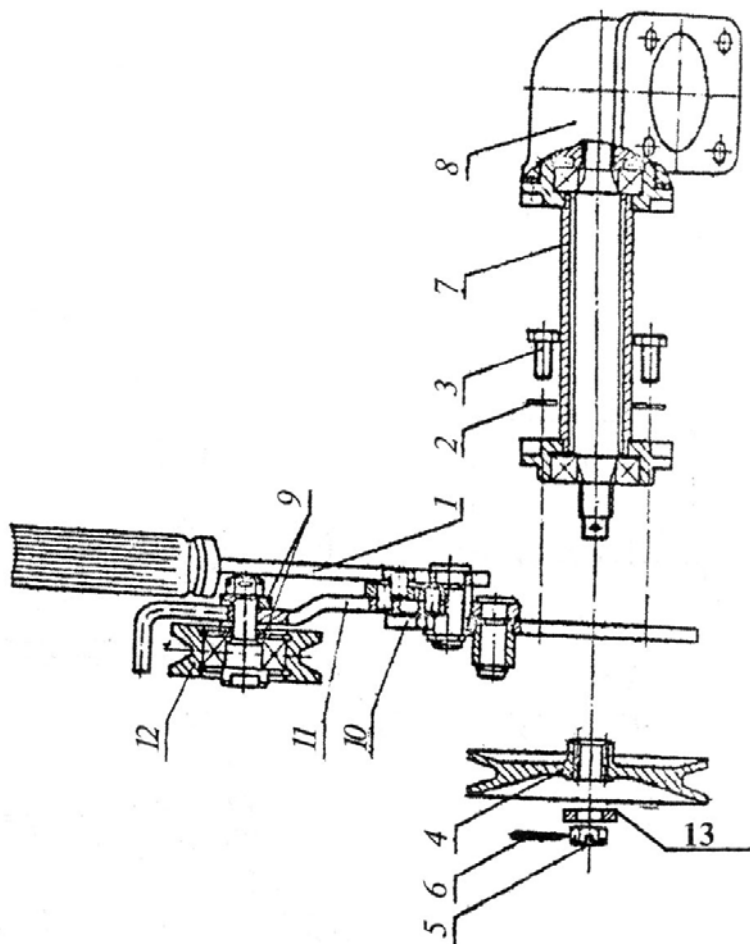

Рис. 5. Натяжное устройство
6.2.3 Установить приводной шкив 4 (Рис. 5), закрепить гайкой 5, шайбой 13 и шплинтом 6 (люфт шкива на шлицевом торсионном валу не допускается). Перед установкой шкива 4 шлицы смазать солидолом ГОСТ 4366-76.
- ручки шкивов (ведущего 3 и приводного 5) и натяжного ролика должны лежать в одной плоскости. Положение натяжного ролика регулировать за счёт перестановки регулировочных шайб 9 (Рис. 5), приближая или удаляя ролик относительно коромысла 11.